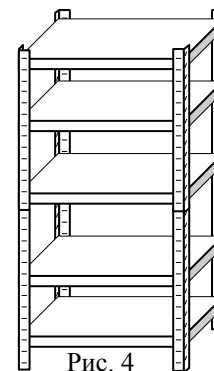

Рис. 4
- На собранный каркас стеллажа установить полки "5" (см. рис. 4).